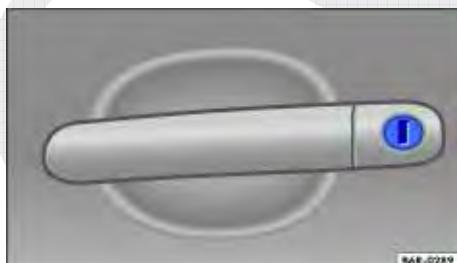

Fig. 131 Maçaneta da porta do condutor com cilindro da fechadura.
- Introduzir a haste da chave no cilindro da fechadura e destrar ou travar o veículo ⇒ Fig. 131. ▲